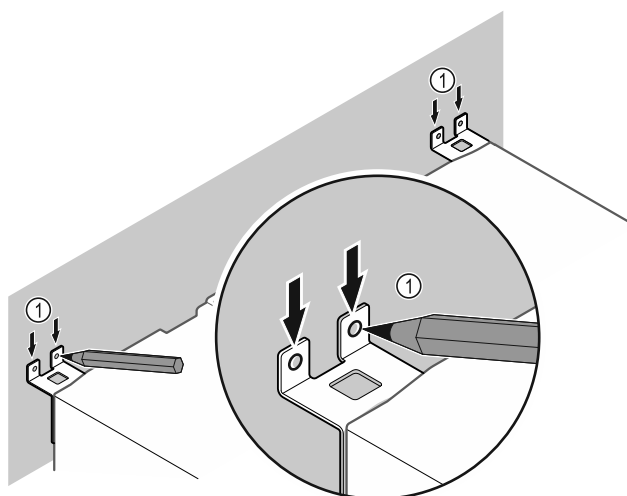

Fig. 11
- ▶ Anbring markeringerne på væggen Fig. 11 (1).